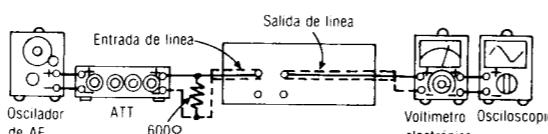

Fig. 7
- La conexión del equipo de prueba se muestra en la Fig. 7.
- Si no está dentro de la estandar, ajustar RV101 (CH-I) {RV102 (CH-D)} y repetir el paso (2), (3) y (4) hasta que la salida esté dentro de la estandar.